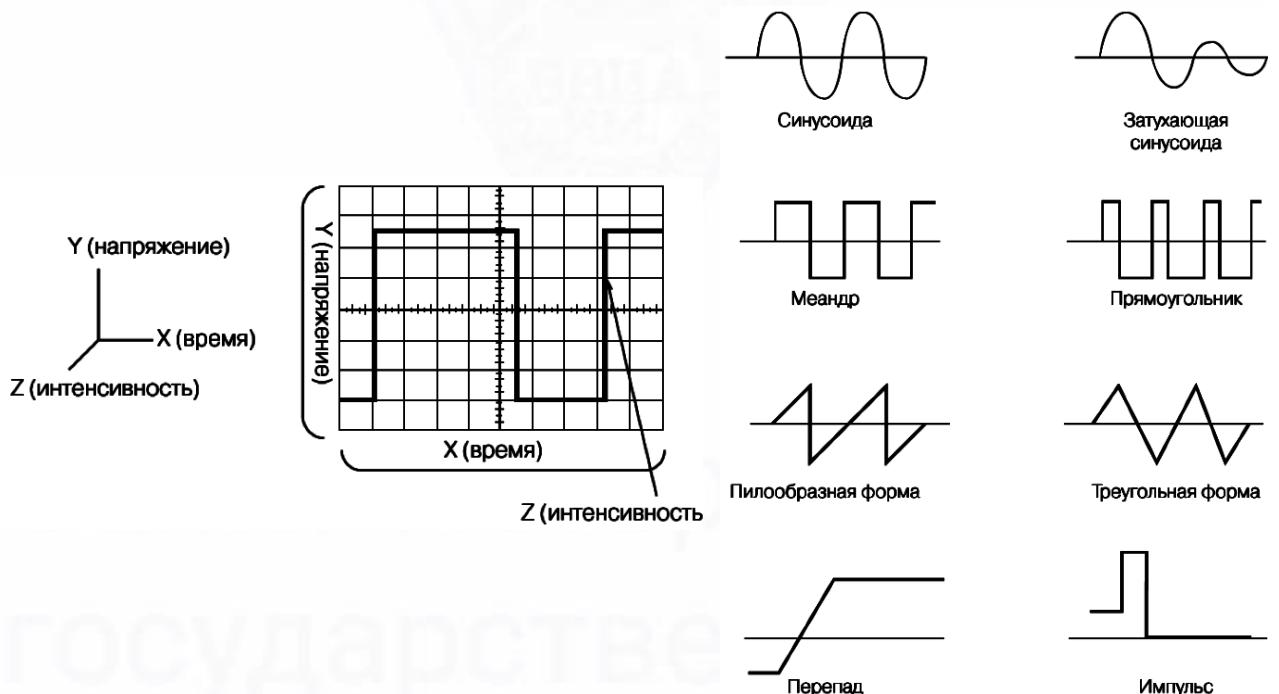

Рис. 1.1. Компоненты X, Y и Z отображаемого сигнала, основные формы сигналов
напряжения, горизонтальная ось (X) – время. Интенсивность или яркость выведенной на экран прибора картинки называется осью Z (см. рис. 1.1).